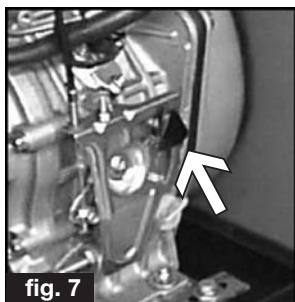

fig. 7
1) Versie W180 (Motor YANMAR): Zet de versneller op de motor (zie fig. 7), omhoog; wacht tot de motor volledig is gestopt; zet de sleutel weer in de stand "OFF".